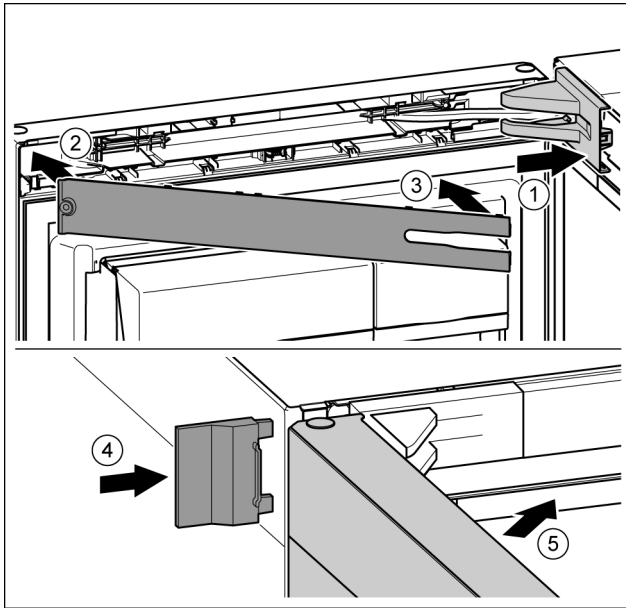

Fig. 49
- ▶ Coloque y encaje la cubierta del soporte de cojinete; dado el caso, separe con cuidado. *Fig. 49 (1)*
- ▶ Coloque el panel. *Fig. 49 (2)*
- ▶ Gire hacia dentro y encaje el panel. *Fig. 49 (3)*
- ▶ Desplace la cubierta exterior. *Fig. 49 (4)*
- ▶ Cierre la puerta superior. *Fig. 49 (5)*